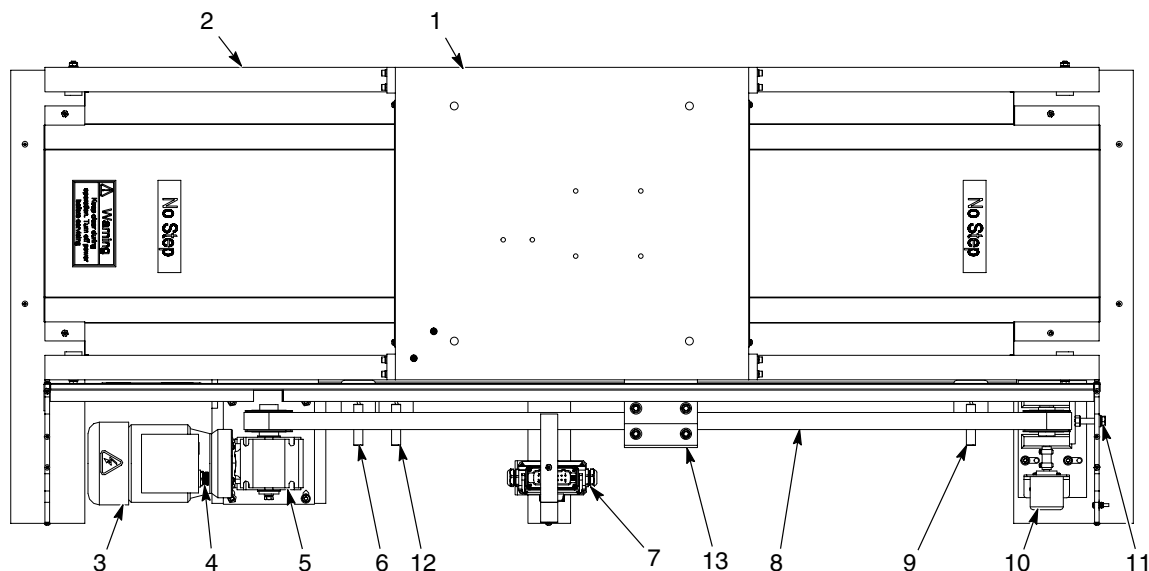

Bild 2 In/ut styrningens komponenter
Se bild 2. En vertikal oscillator, travers, eller ett fast pistolstativ bultas direkt på vagnen (1). Vagnen är sammankopplad med drivremmen (8). Motorn (3) och växellådan (5) driver remmen, vilken flyttar spraypistolerna in i, eller ut ur sprayboxen. Drivremmen löper runt länkrullarna i in/ut styrningens båda ändar.
Montera givaren till höger om den bakre gränslägesbrytaren (bild 2, ref. 12) och förlägg kabeln genom givarens montagekanal till kontakten för givare/encoder (bild 2, ref. 7). Avståndet mellan givaren och avkänningsytan för givaren (bild. 2, ref. 13) bör vara approximativt 3 mm.